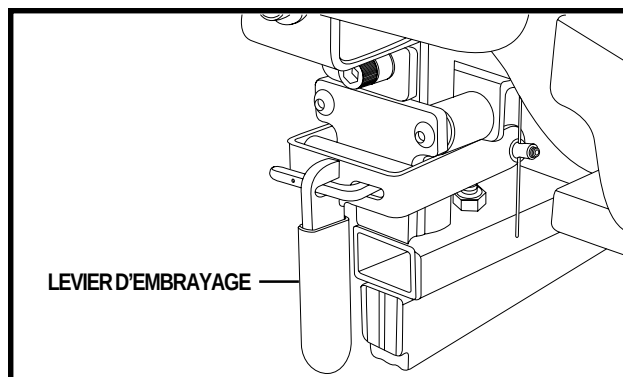

Figure 11. Position embrayée (Lever unique)
2. Poussez le levier vers le bas pour embrayer les moteurs et passer en mode de fonctionnement. Voir la figure 11.